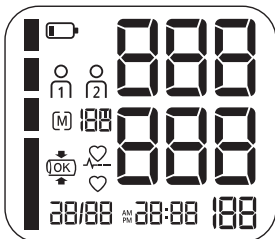

Fig. 2
4. Presione y mantenga apretado el botón **POWER** (encendido/apagado) para encender la unidad. Ésta parpadeará por un instante indicando que conduce una verificación (Fig. 2).